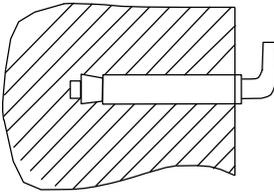

Bild 5
2. Nachdem Sie den Montageort ausgewählt haben, bohren Sie zwei Löcher in der erforderlichen Tiefe in die Wand und setzen Sie die Dübel und Schrauben ein, drehen Sie die Schraubhaken an, ziehen Sie die Muttern fest an und montieren Sie dann den Warmwasserspeicher (siehe Abbildung 5).